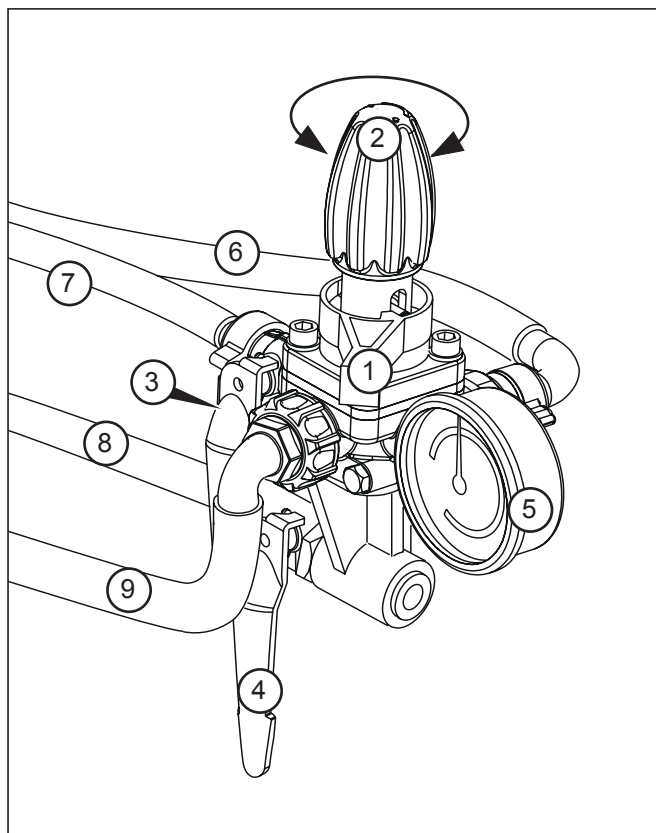

Fig. 10 - Regolatore di pressione
4.1.4 REGOLATORE DI PRESSIONE (Fig. 10)
I riferimenti sono relativi alla Fig. 10.
È possibile evidenziare un intasamento, dal funzionamento irregolare del manometro (5 Fig. 10).